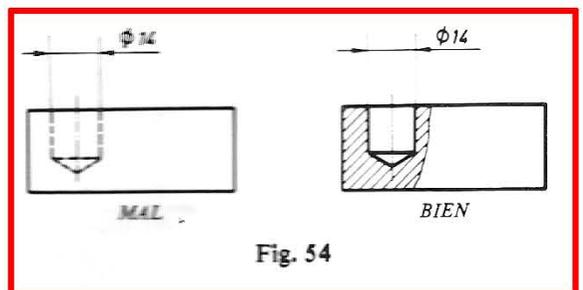

Fig. 54
n) Las cotas nunca se refieren a líneas ocultas. (Fig. 54.)